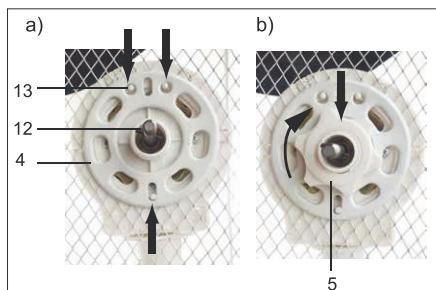

Fig.62: Montage achterste beschermrooster
4. Schuif het achterste beschermrooster (4) op de as (12) en de centrerpen (13) van het motorblok. Zie afb. 62 a).
5. Schuif de deskantmoer (5) op de as **vóór het achterste beschermrooster** en draai dit vast met de wijzers van de klok mee. Zie afb. 62 b).